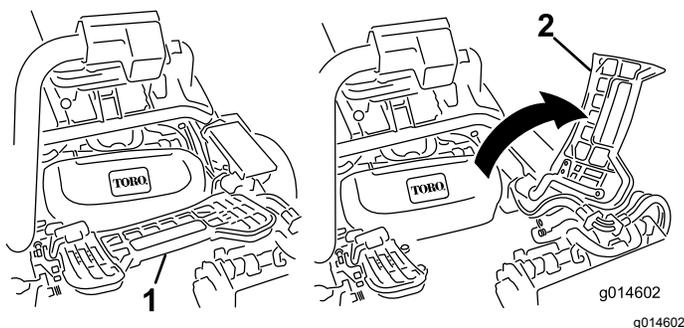

Рисунок 51
2. Поднимите и поверните вверх подножку, открывая доступ к центральному режущему блоку (**Рисунок 51**).